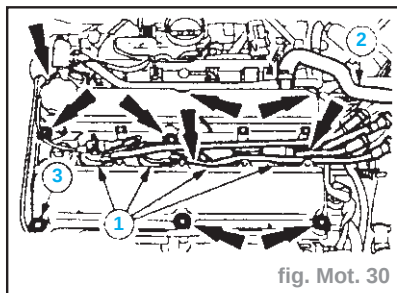

fig. Mot. 30
- Déposer le couvre-culasse : (fig. Mot. 30)